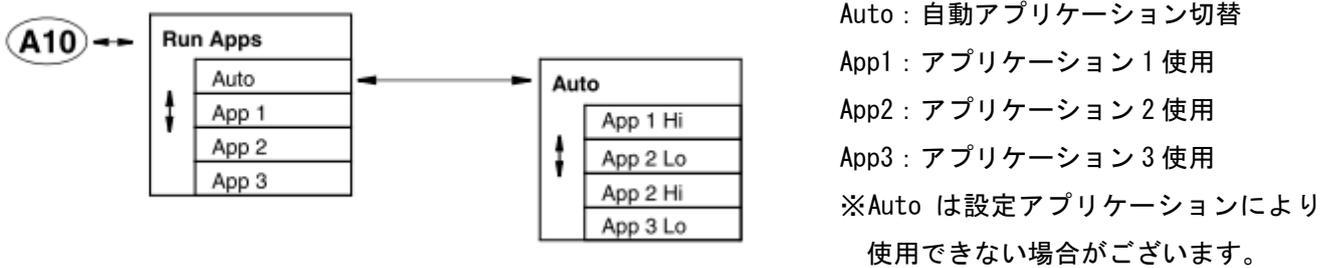

図 26
- ・「7. 設定の確認及び変更」を参照頂き、使用するアプリケーション番号を選択し下記の図 26 フローを参照して設定下さい。